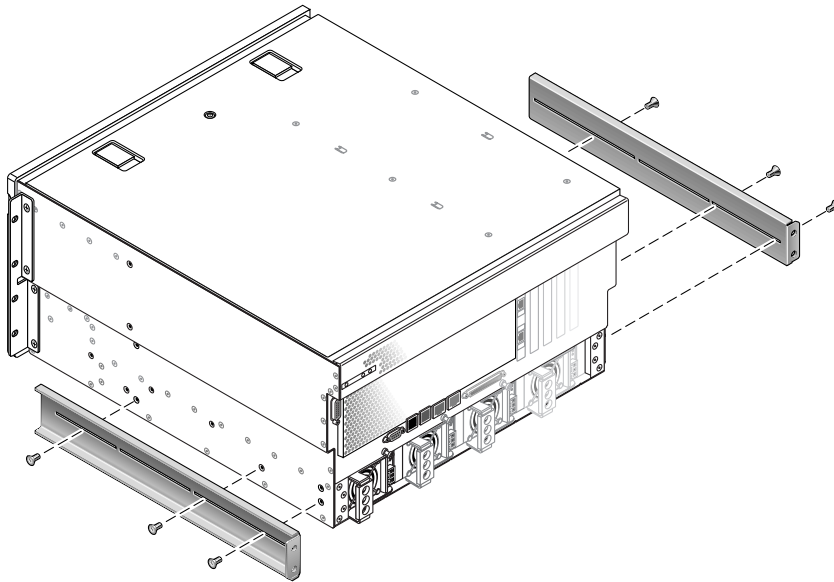

FIGURA 3-3 Montaggio delle staffe di supporto posteriori
5. Installare le staffe di supporto posteriori alla parte posteriore del server, estendendole fino alla profondità misurata del rack (FIGURA 3-3).